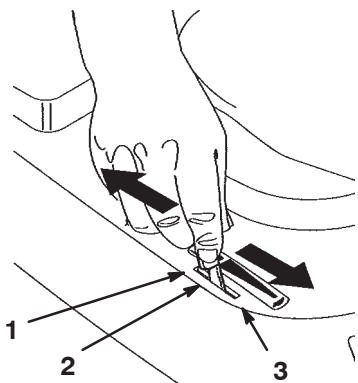

Bild 7
4. Stellen Sie den Gasbedienungshebel auf Choke (Bild 7).
6. Schieben Sie den Gasbedienungshebel, sobald der Motor angesprochen ist, langsam auf Schnell (Bild 7). Sollte der Motor stoppen oder stottern, schieben Sie den Gasbedienungshebel wieder für ein paar Sekunden auf die Choke-Stellung, schieben Sie den Gasbedienungshebel dann auf Schnell. Wiederholen Sie diesen Vorgang nach Bedarf.
1. Stellen Sie den Gasbedienungshebel auf Langsam (Bild 7).